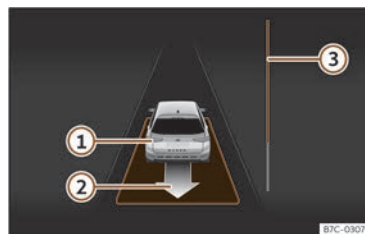

Fig. 136 Na pantalla do cadro de instrumentos: desaparcado dun espazo en liña.
- Retroceda ata que soe o sinal continuo del ParkPilot; **OU BEN:** vaia marcha atrás ata que na pantalla do cadro de instrumentos apareza a indicación de dar marcha adiante. A barra de progreso >>> **fig. 136**  indica a distancia que hai que percorrer.